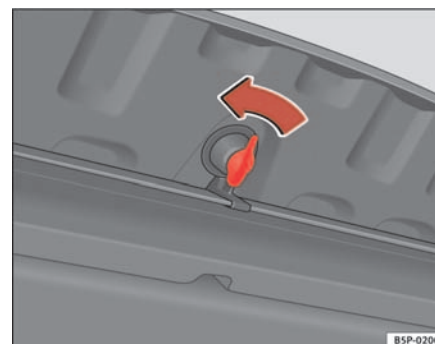

Fig. 118 Apertura de la caja portaobjetos
El triángulo de preseñalización se encuentra debajo de la bandeja posterior en una caja portaobjetos. ⇒ página 147, fig. 118. Para abrir esta caja portaobjetos, gire el pestillo 90°.
- Abra la caja portaobjetos girando el pestillo 90°. ⇒ página 147, fig. 118